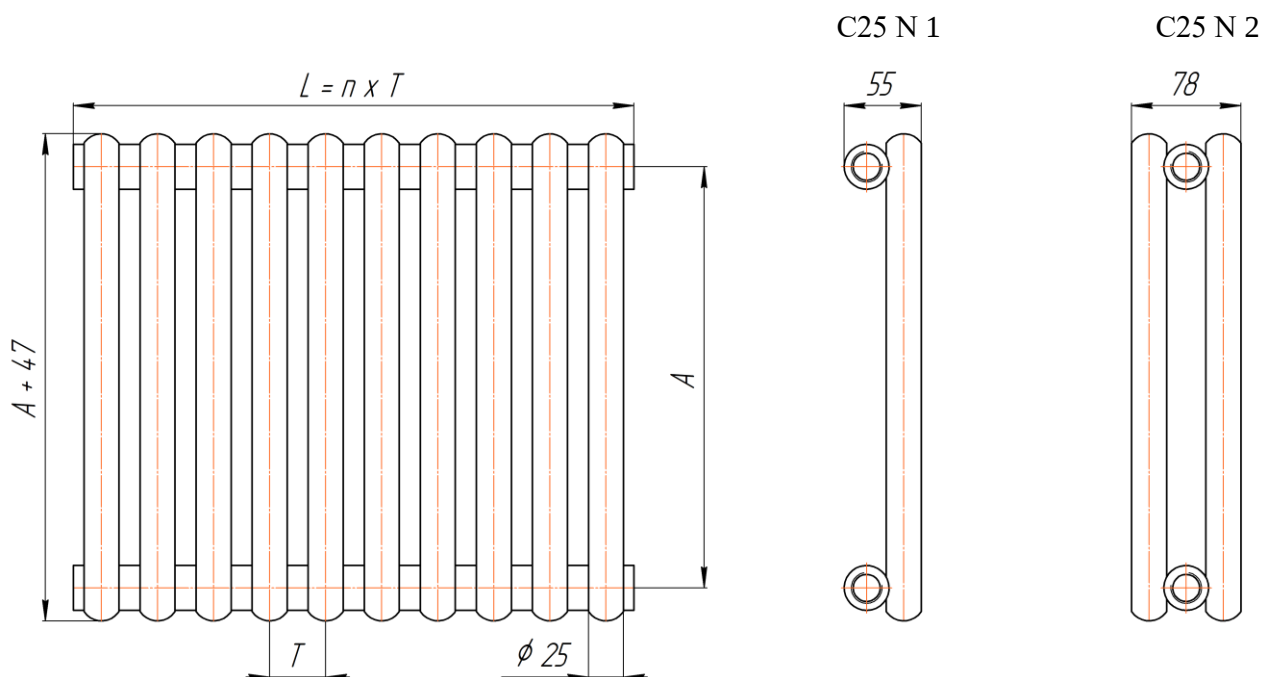

Рис.1 Т – шаг (Т = 35 мм), n – количество секций.
2.1. Основные размеры и параметры радиаторов приведены на рис.1 и в таблице.